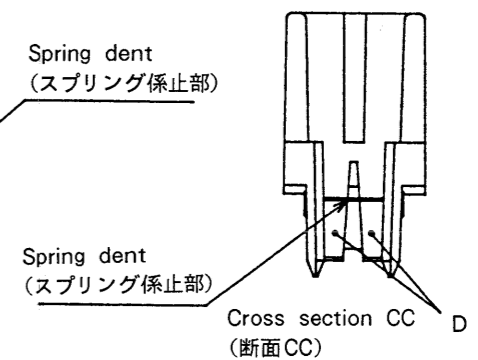

Fig.8
2.Referring to Fig.8, press the key in the direction of 4.
CAUTION : Firmly rest the spring on the spring dent (Fig.8). Don't let the spring stop at the slope D or the key touch will differ from previous sensitivity.
注意 : スプリングをFig.8に示すスプリング係止部に確実に係止しないと(斜面Dに止まる事がある)KEYタッチが変化します。